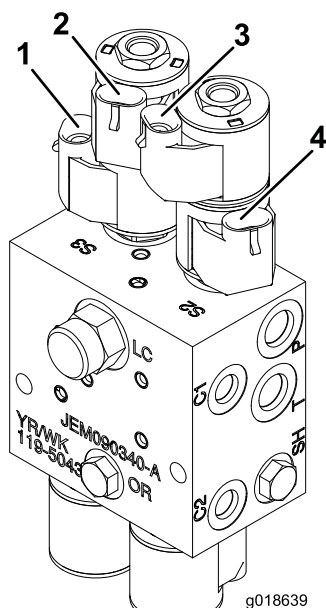

図 19
8. ワイヤハーネスについている左ブーム上昇用コネクタと下降用コネクタを、油圧ブロックの各ソレノイドバルブに接続する（図 19）。